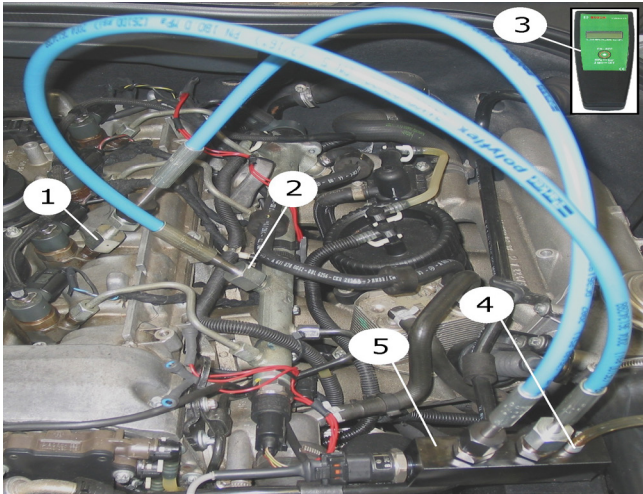

Abb. 16: Aansluitvoorbeeld raildruksensor vergelijkingstest (motor draait met alle cilinders)
Uit veiligheidsoverwegingen is in de druksensor (afb. 16, pos. 5) een drukbegrenzingsventiel opgenomen, die de druk op 180 MPa begrenst. Altijd de meegeleverde slang op de aansluiting (afb. 16, pos. 4) van de druksensor aansluiten en in een voor diesel geschikte container laten uitlopen.
3. De eerste 180 MPa-slangleiding (afb. 16, pos. 2) met bijbehorende aansluitadapter, beugel, moer en drukring (links schroefdraad) op de rail en de druksensor (afb. 16, pos. 5) aansluiten.
4. De tweede 180 MPa-slangleiding (afb. 16, pos. 1) met bijbehorende aansluitadapter, beugel, moer en
drukring (links schroefdraad) op de injector en de druksensor (afb. 16, pos. 5) aansluiten.
6. Verbindingsleiding op het digitale drukindicatie-apparaat (afb. 16, pos. 3) en raildruksensor van de druksensormodule (afb. 16, pos. 5) aansluiten.